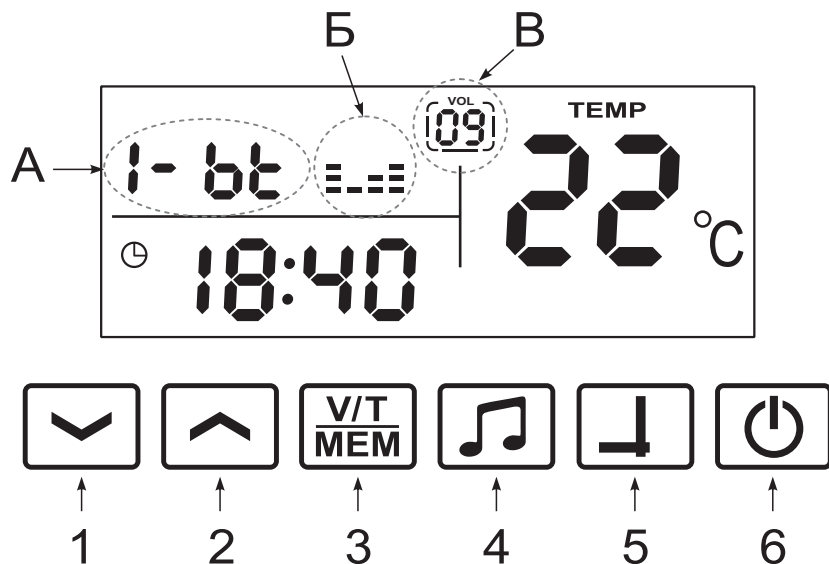

Рис. 7
3. Из режима часов, касанием **кнопки 4**, МФП переходит в режим Bluetooth (Рис. 7).
Это видно по появлению мигающего обозначения «BT» (поз. А Рис. 7) и указателя громкости (поз. В Рис. 7). В этом режиме панель будет выполнять функцию Bluetooth колонок (далее BT), воспроизводя звук с любого устройства, оборудованного BT передатчиком (телефон, mp3 плеер, планшет и т.д.). Для использования этой функции необходимо на своем устройстве (компьютер, смартфон и т.д.) войти в настройку BT, найти в списке устройство «mirrog» (может быть другое название), выбрать «Подключиться» и ввести пароль «2003». При успешном подключении, символы BT перестают мигать, и появляется изображение четырехполосного графического эквалайзера (поз. Б Рис. 7).